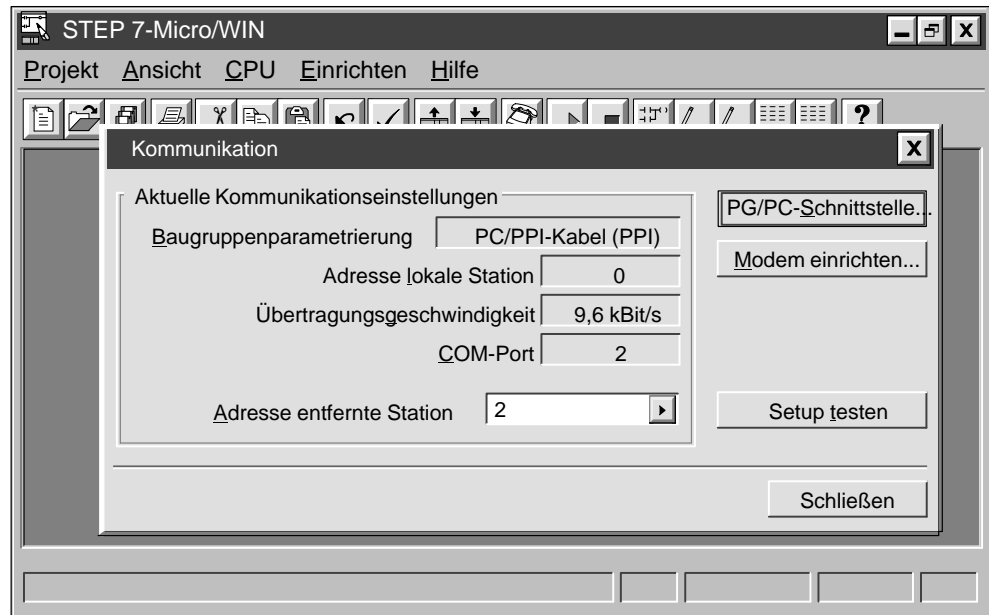

Bild 3-6 Einrichten der Kommunikation zwischen Programmiergerät bzw. PC und CPU
STEP 7-Micro/WIN bietet Ihnen das Dialogfeld "Kommunikation", in dem Sie Ihre Kommunikation einrichten können (siehe Bild 3-6). Zum Aufrufen dieses Dialogfelds können Sie folgendermaßen vorgehen: